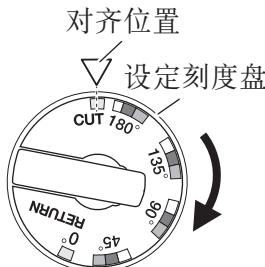

图 30
(1) 将设定刻度盘定位在“CUT”位置。（图 30）
(2) 将待切割钢筋置于下切刀上方